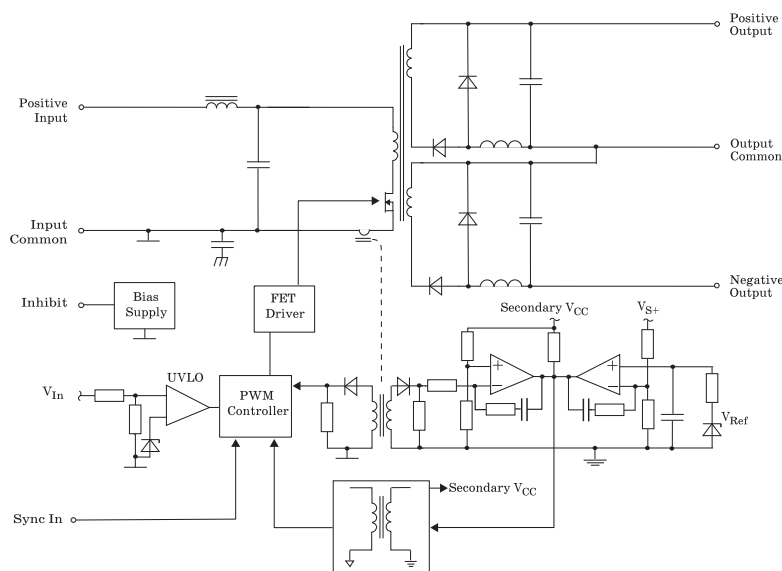

Рис. 1. Функциональная схема DC/DC-преобразователя серии MFK с двумя выходными напряжениями
- Гальваническая развязка первичной и вторичной цепи обеспечивается высокочастотными трансформаторами как в прямой цепи, так и в цепи обратной связи. На рис. 1 приведена функциональная схема преобразователя с двумя